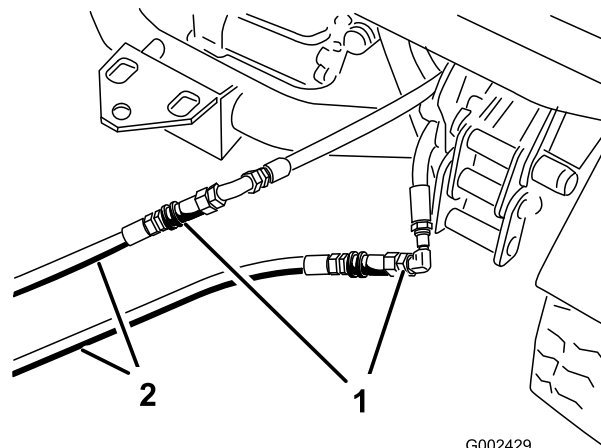

Figura 75
3. Na máquina parada, ligue as duas mangueiras de ligação às mangueiras que foram desligadas (Figura 75).